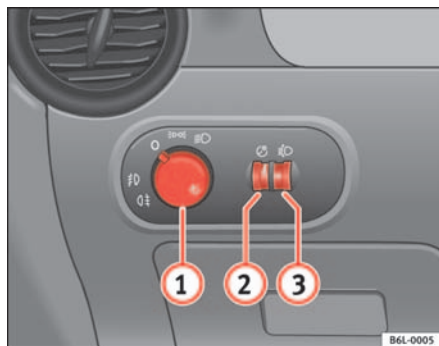

Fig. 55 Detalle del tablero de instrumentos: mando de las luces, faros antiniebla y luz trasera antiniebla
- Gire el mando de las luces $\Rightarrow$ fig. 55 hasta la posición $\Rightarrow$.